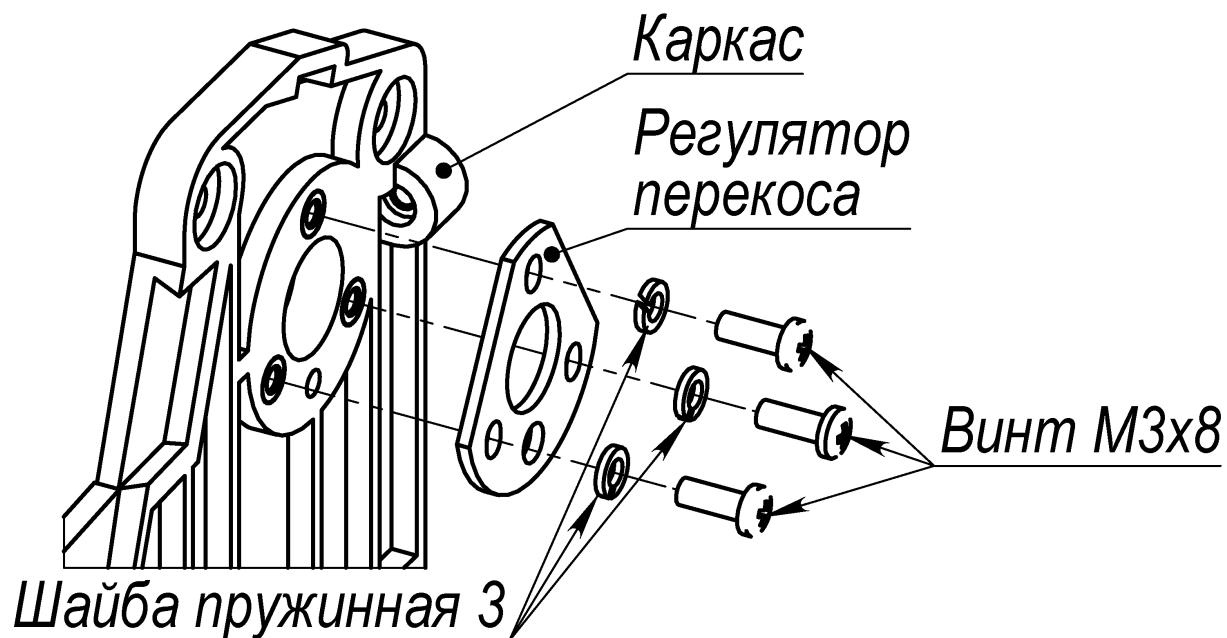

Рис. 28
8.8.1 Вывинтить три винта М3х8 N0022 крепления регулятора перекося к каркасу, снять шайбы пружинные 3 W0022, снять регулятор перекося (см. Рис. 28).